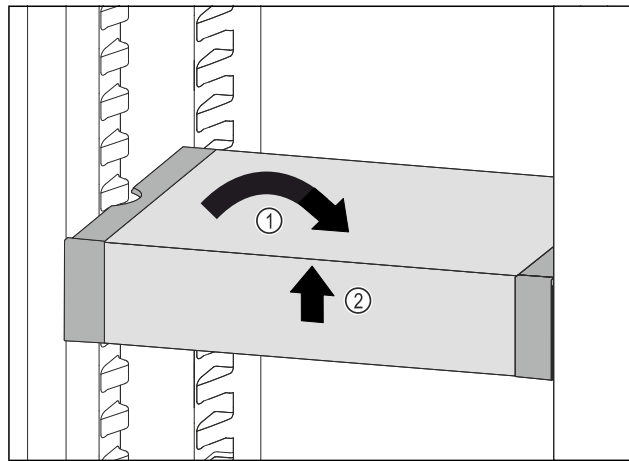

Fig. 86
- ▶ Remettre le VarioSafe droit. Fig. 86 (1)
- ▶ Soulever la partie avant du VarioSafe. Fig. 86 (2)